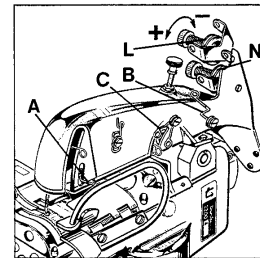

Fig.13
Set the needle thread take-up (A, Fig. 13) so that the needle thread contacts the hook (A) just when the needle thread loop leaves the looper point.
Stellen Sie den Nadelfadenzug (A, Fig. 13) so ein, daß der Nadelfaden den Haken (A) berührt, wenn die Nadelfadenschlinge die Greiferfingerspitze verläßt.